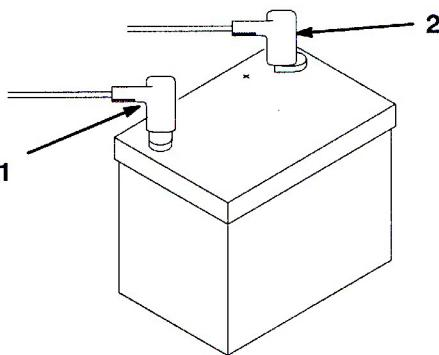

図9
2. スタータからの赤い(+)ケーブルを(+)端子に固定する(図9)。レンチで締め付けて固定し、ワセリンを塗布する。ケーブルが擦れて磨耗するような配線はさけろ。座席の最後部でケーブルを傷つけることがあるので特に注意すること。